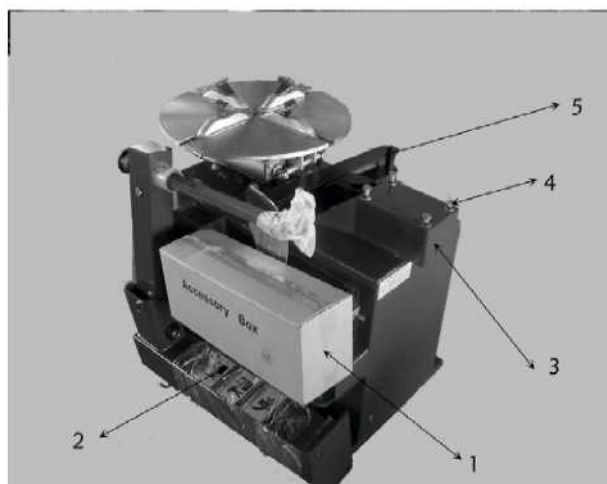
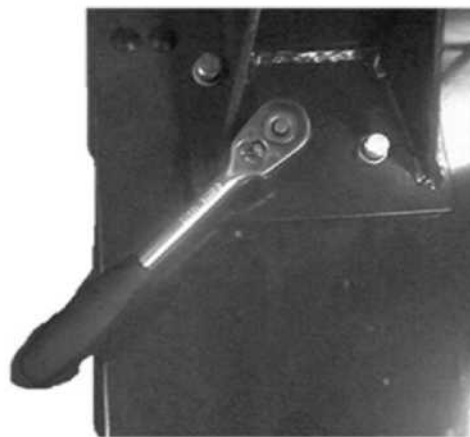

Рис. 4-1
Рис. 4-2
Снимите коробку и достаньте коробку с аксессуарами (1) нож отрыва кромки шины (5) и стойку в сборе (2) (см. рис. 4-1). Зафиксируйте корпус.
Установите снятые болты, пружинную и плоскую шайбы (рис.4-1) обратно. Затяните болты с усилием 70 Н·м (рис. 4-2), используя динамометрический гаечный ключ.